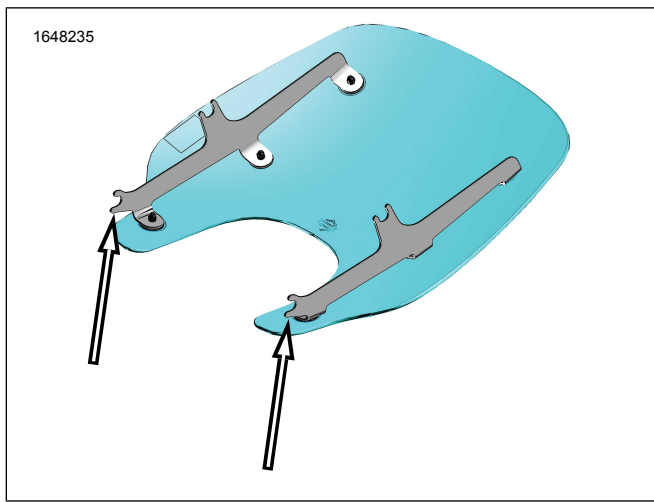

Figure 2. Supports de montage du pare-brise
1. Voir la Figure 2. Retirer le sous-ensemble de pare-brise de son emballage.